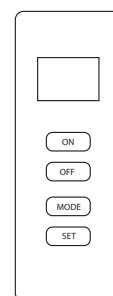

Fig. 28: Control remoto
7. Mantenga presiona la perilla de control durante (30) segundos después de que el piloto se encienda. Suelte la perilla de control.
- Si el piloto se apaga, repita los pasos 3 a 7. Espere (1) minuto antes de intentar encender el piloto nuevamente. Si el piloto se apaga tras varios intentos, gire la perilla de control de gas en dirección de las manecillas ↻ del reloj hasta la posición de apagado y llame a un técnico de servicio calificado.
9. Para usar el control remoto termostático incluido, coloque el interruptor del receptor en la posición "REMOTE" (control remoto) (consulte la Fig. 28). Presione el botón de encendido para encender el control remoto que enciende el quemador principal. Consulte el manual de instrucciones del control remoto en la siguiente página para conocer las funciones "MODE" (modo) y "SET" (establecer).